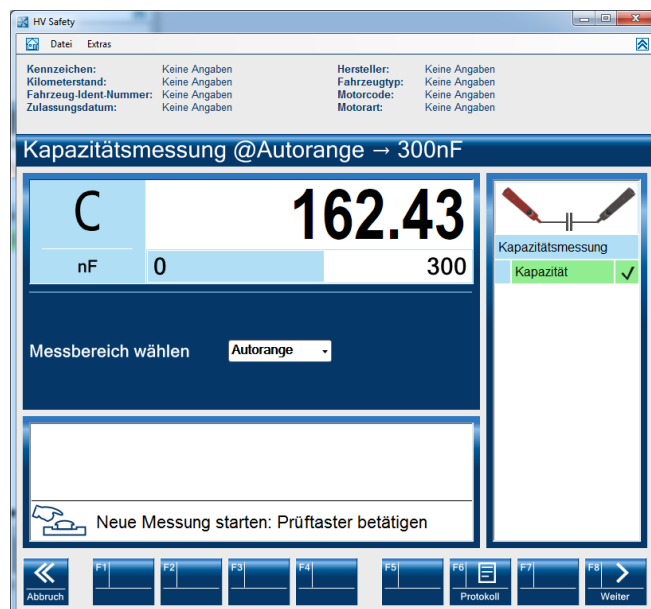

Abb. 3-8
6. Das Messergebnis wird dargestellt, siehe Abb. 3-8.